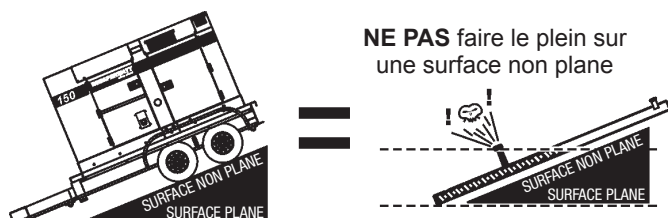

Figure 33. Remplir seulement sur une surface plane
1. **Garder le réservoir de niveau** — s'assurer que les piles à combustible soient de niveau avec le sol. Le non-respect de cette précaution peut entraîner le renversement de carburant du réservoir avant d'atteindre sa pleine capacité (Figure 33).